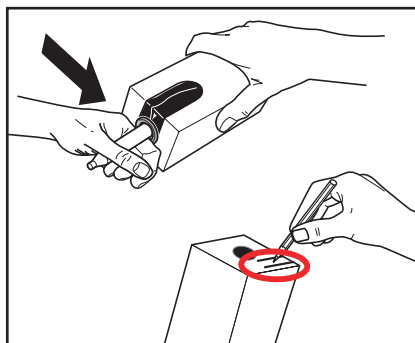

图 19
2. 请将塑料外包装去除并将产品失效期写在产品袋上。（图 19）
3. 请按照产品袋上的说明将计量输出器打开。（图 19）